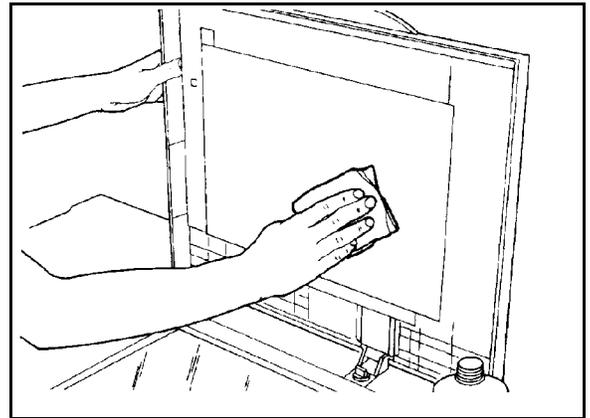

Abb. 4: Vorlagenglasabdeckung reinigen
- 3 Die Unterseite der Vorlagenglasabdeckung abwischen, bis sie sauber und trocken ist (s. Abb. 4).